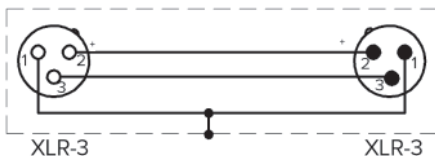

рис. 3
- Для соединения блока питания БП-103 к микшерному пульту используйте любой микрофонный кабель XLR-3 (рис. 3).
- Включите сетевой выключатель (6), на панели загорится сигнальный индикатор (1). Прибор готов к работе.